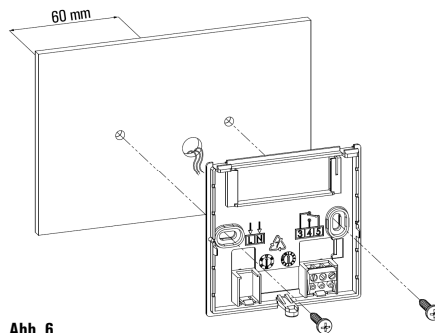

Abb. 6
- 4 Befestigen Sie den Sockel, direkt an der Wand oder an Abzweigboxen mit 2 Modulen durch die beiden Schraubenbohrungen mit 60 mm Achsabstand; dabei darauf achten, die Kabel durch den Schlitz zu führen, wie in Abb. 6.